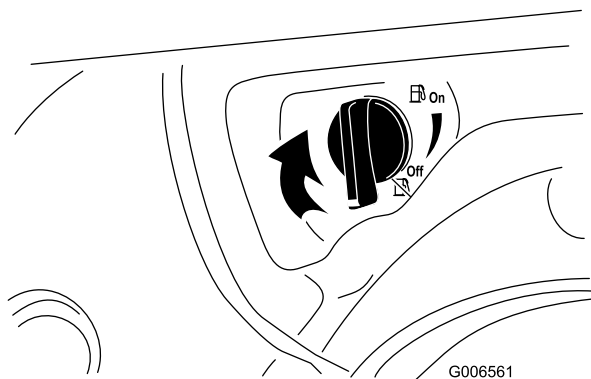

Bild 32
- Schließen Sie den Kraftstoffhahn durch Drehen nach rechts (Bild 32).